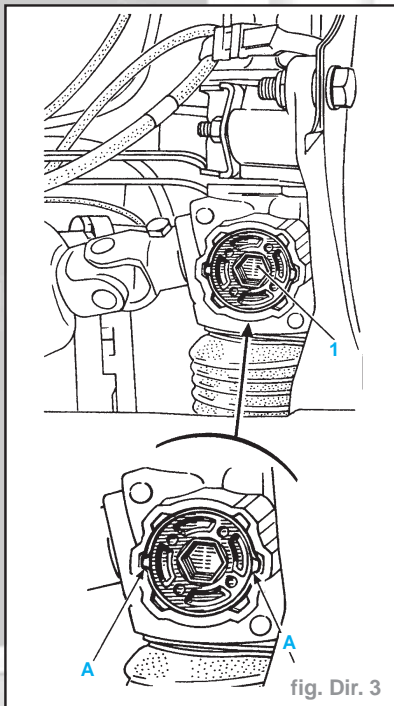

fig. Dir. 3
- Défreiner l'écrou de réglage (1) en redressant les matages (A) de la collerette de l'écrou (fig. Dir. 3).